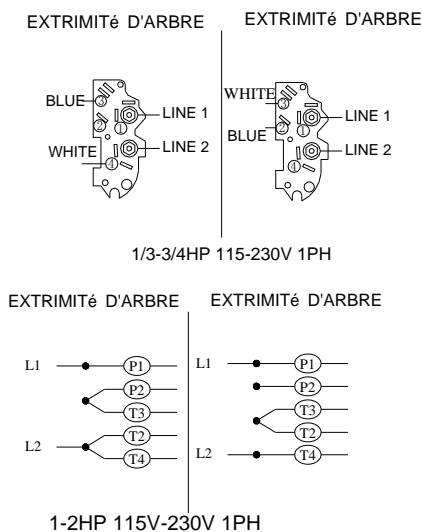

Figure 11
5. Procédure de câblage spécifique (voir la figure 11, 12).
- Les schémas de câblage du moteur sont la figure 11, 12 et sont situés aussi sur l'étiquette du moteur de la pompe.